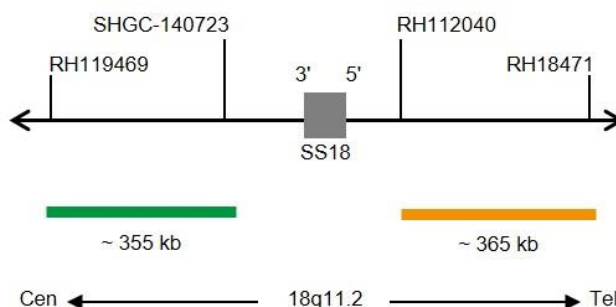

Fig. 1 : Carte de la sonde SPEC SS18 (pas à l'échelle)
- Polynucléotides marqués au ZyGreen (excitation 503 nm/émission 528 nm) (~10 ng/ μ l), qui ciblent des séquences en 18q11.2* (chr18:23,109,942-23,466,217) proximale de la région des points de rupture de SS18 (voir figure 1).
- Polynucléotides marqués au ZyOrange (excitation 547 nm/émission 572 nm) (~4.5 ng/ μ l), qui ciblent des séquences en 18q11.2* (chr18:23,772,255-24,137,169) distale de la région des points de rupture de SS18 (voir figure 1).